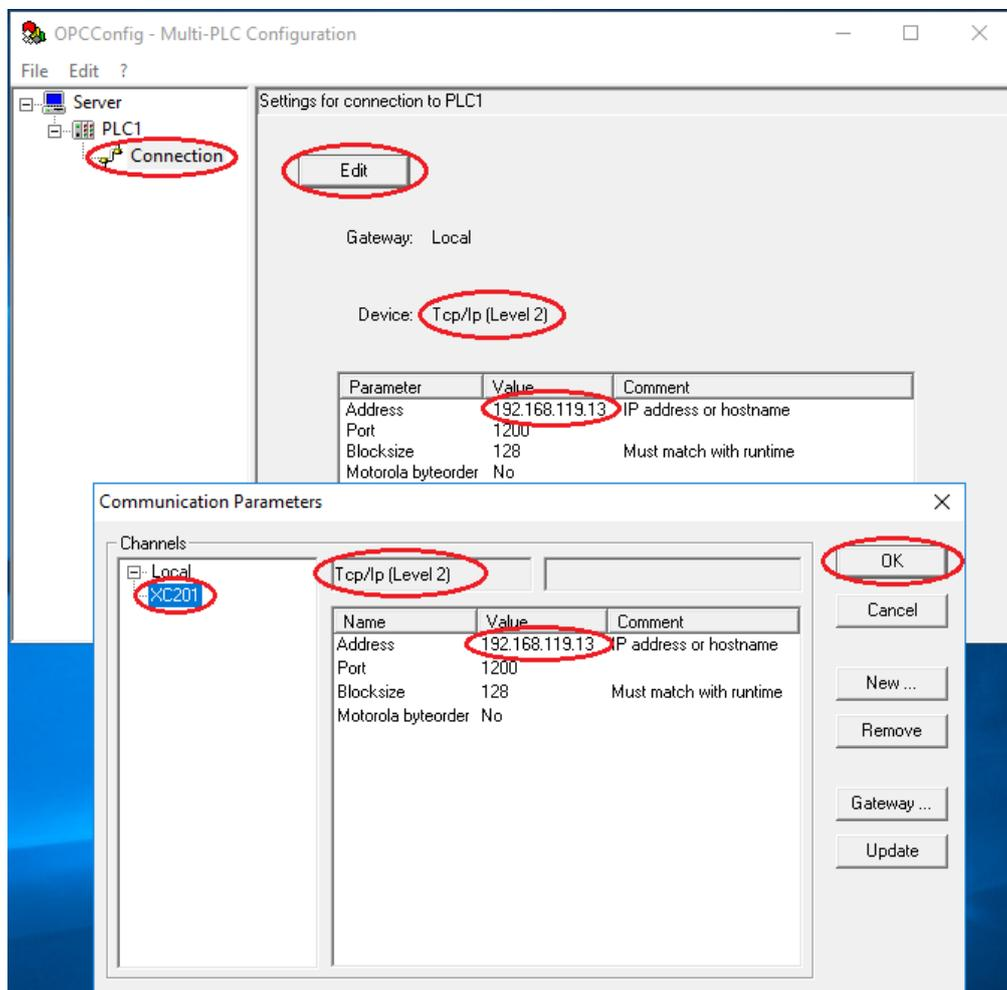

Рис. 97. Редактирование соединения с контроллером
3. *Отредактируйте соединение с контроллером (рис. 97). Задайте его IP адрес, по которому OPC сервер будет обращаться к контроллеру в соответствии с картой IP адресов (рис. 3), в данном случае 192.168.119.13.*